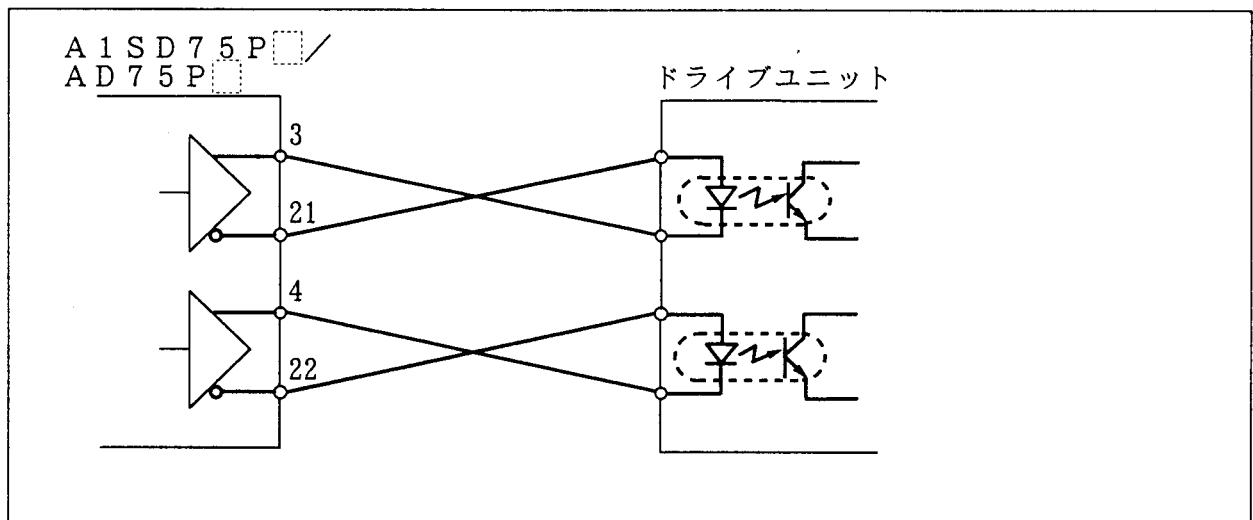

図3 指令パルスの論理が一致しない場合の配線例
- ・ A1SD75P□/AD75P□とサーボアンプ/ステッピングモータドライバの論理が合わない場合は、差動ドライバ出力を使用し、図3のように配線をクロスさせてください。この場合オープンコレクタ方式は使用できません。